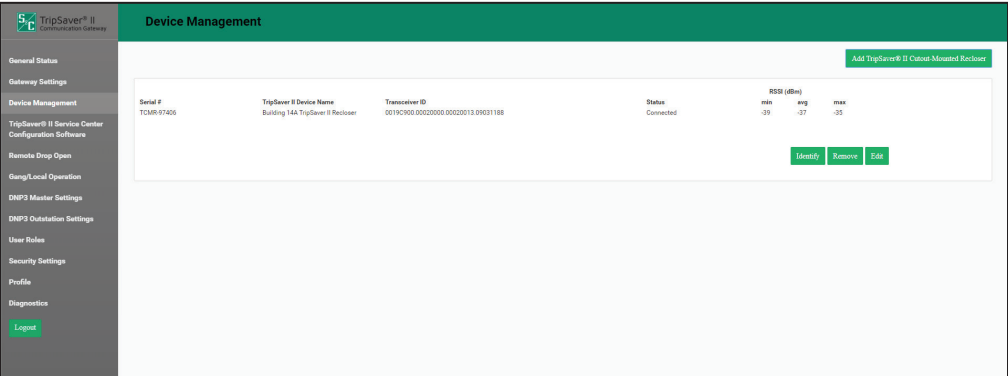

Figura 11. Tela Gerenciamento de Dispositivo após o pareamento de um religador TripSaver II.
- PASSO 7.** Clique no botão **OK**. A conexão entre o gateway de comunicação e o religador TripSaver II demora entre 1 e 5 minutos. O religador aparece na tela *Device Management* depois que a tela é atualizada usando o botão **Refresh** (Atualização) do navegador. Ver Figura 11.